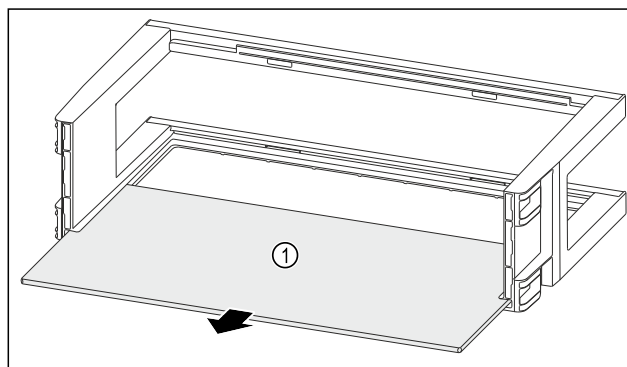

Fig. 91
- ▶ Odkládací plochu Fig. 91 (1) odeberte.